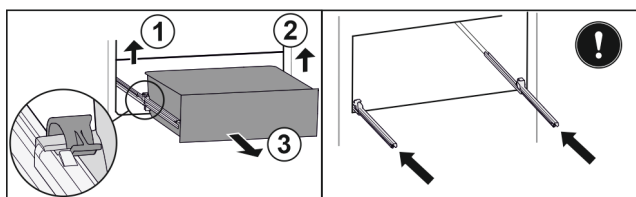

Fig. 39\*
- Zvedněte levou svorku a současně vytáhněte zásuvku vlevo dopředu Fig. 39 (1).\*
- Zvedněte pravou svorku a současně vytáhněte zásuvku vpravo dopředu Fig. 39 (2).\*
- Zásuvku odeberte směrem dopředu Fig. 39 (3).\*